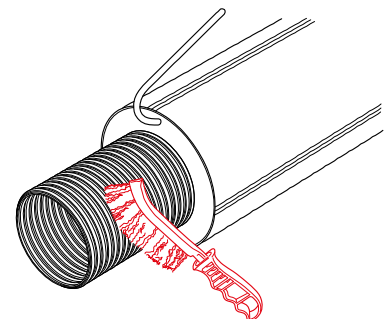

Рис. 4.4.8
7. Тщательно зачистить поверхность напорной трубы металлической щеткой (рис. 4.4.8).